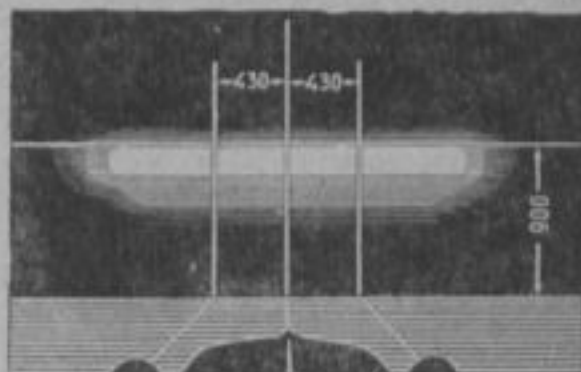

Рис. 8. Общее световое пятно от двух фар
5. Открыть правую фару и проверить положение общего светового пятна; оно должно располагаться так, как показано на рис. 8.